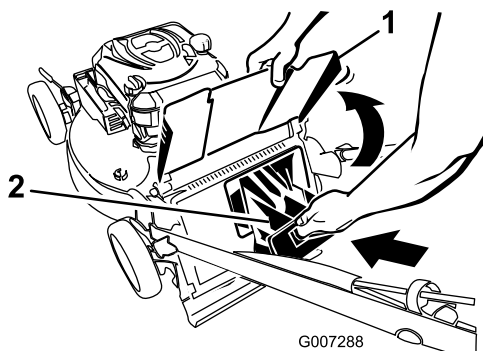

Figura 23
4. Introduzca el tapón de descarga trasero (Figura 23).